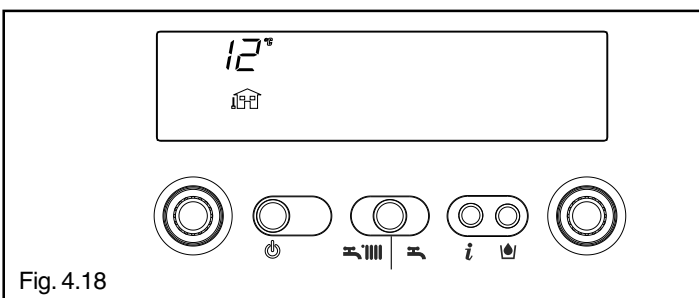

Fig. 4.18
**Info 1** solo con sonda esterna collegata, visualizza la temperatura esterna (esempio 12 °C) (fig. 4.18).